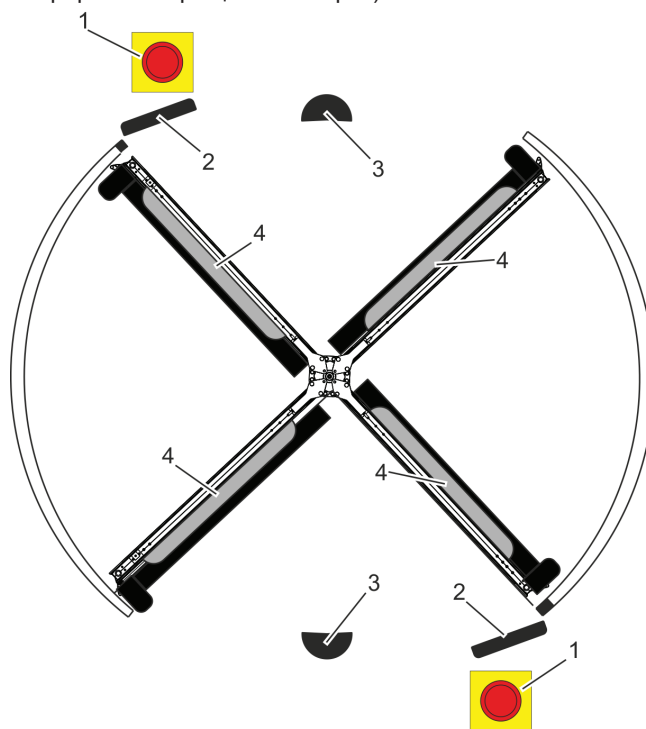

Рис. 56 Проверка датчиков
1. Убедиться в отсутствии людей внутри карусельной двери, нажать на кнопку аварийного останова (рис. 56/1) со стороны входа или выхода.
2. Проверить наличие посторонних предметов или грязи в пределах радиуса действия датчиков канопе (рис. 56/2). При необходимости убрать посторонние предметы или грязь.
3. Проверить наличие посторонних предметов или грязи в пределах радиуса действия датчиков движения (рис. 56/3). При необходимости убрать посторонние предметы или грязь.
4. Проверить наличие посторонних предметов или грязи в пределах радиуса действия датчиков предварительного обнаружения на створках (рис. 56/4) или передних стойках. При необходимости убрать посторонние предметы или грязь.
Убедиться в отсутствии людей внутри карусельной двери и отжать кнопку аварийного останова (рис. 56/1).
6. Если датчики (датчик движения/датчик предварительного обнаружения) не начнут нормально работать даже после удаления посторонних предметов или грязи, нужно нажать на кнопку аварийного останова (рис. 56/1) и зафиксировать карусельную дверь в положении, в котором через нее никто не сможет пройти. Обратиться в компанию DORMA (Отдел по работе с клиентами, стр. 5).